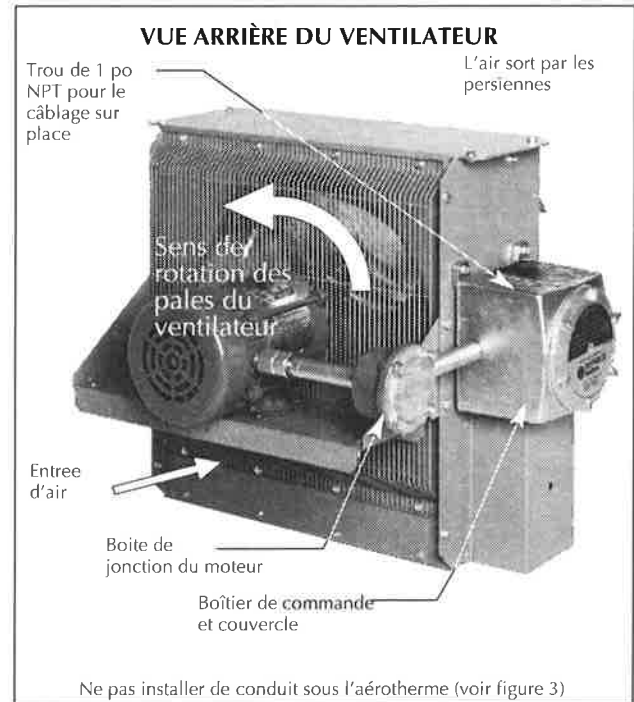
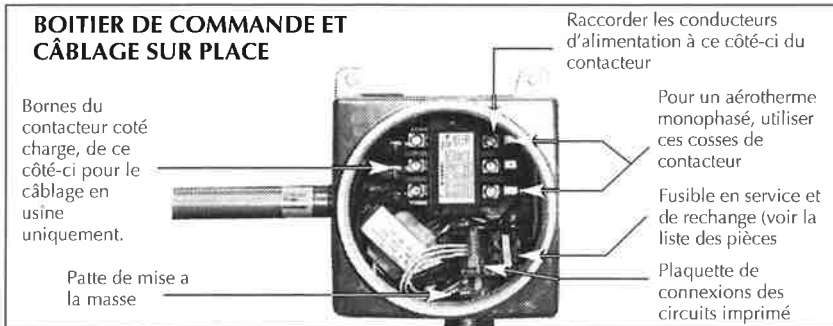

FIGURE 5
FIGURE 6
1. Les conducteurs d'alimentation, les conducteurs de mise à la masse et les conducteurs du thermostat d'ambiance (voir 2, page 5) passent dans le trou de 1 po NPT (voir figure 5) et sont raccordés dans le boîtier de commande (voir figure 6).
- s'assurer que le ventilateur tourne librement. Voir la figure 5 pour connaître le sens de rotation des pales du ventilateur.